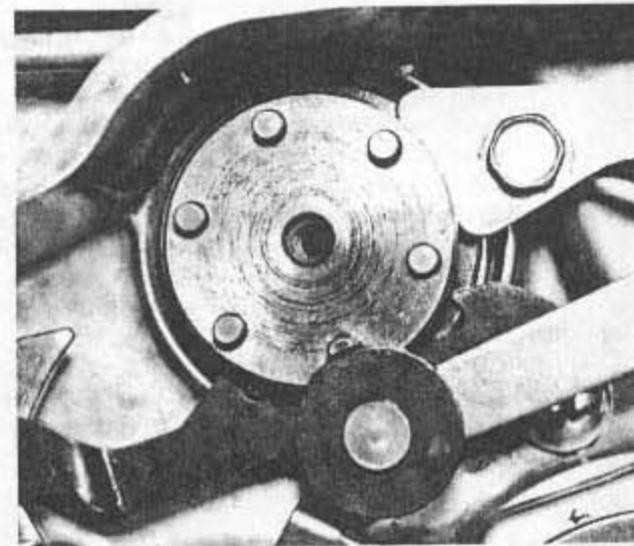
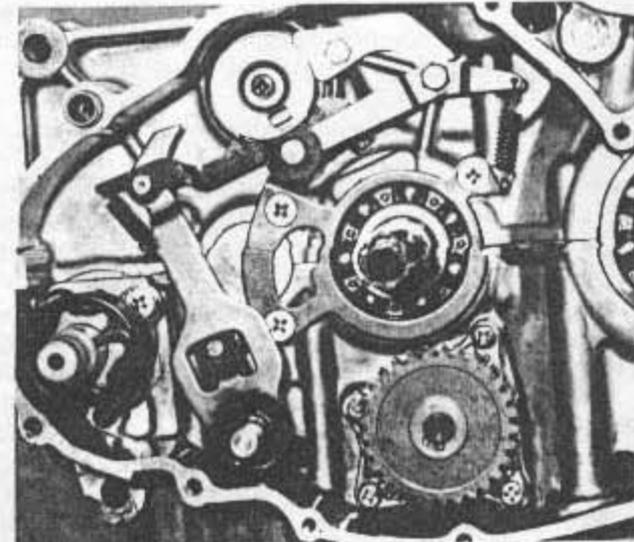

Bild 109
Bild 111
- Schaltwalzenanschlaghebel einsetzen. Der Lagerbolzen ist abgesetzt, d. h. er besitzt eine Lager Schulter, und dient zusätzlich als vordere Befestigungsschraube für die Schaltwalzenführungsplatte. Beide Schrauben werden festgezogen und anschliessend überprüft, ob sich der Anschlaghebel frei bewegen lässt und nicht etwa durch die Lagerschulter festgeklemmt worden ist. Die Rückholfeder des Anschlaghebels wird an der Lagerfeststellplatte verankert. Einer der sechs Schaltstifte weist eine Besonderheit auf, er ist nämlich am oberen Ende halbiert. Bei eingelegtem Leerlauf liegt die Rolle des Anschlaghebels in dieser Aussparung (Bild 109). Man vergewissere sich, dass das Getriebe immer noch in Leerlaufstellung steht, und setze dann den Spezialstift in die Bohrung der Schaltwalze ein, welche der Anschlagrolle am nächsten liegt. Die Rolle wird kräftig gegen die Aussparung am Stift gedrückt, damit sich die beiden Komponenten von selbst ausrichten können. Nun werden die anderen fünf Stifte in die dafür vorgesehenen Bohrungen eingesetzt. Die Halteplatte wird so auf das Schaltwalzenende gesetzt, dass die überhöhte Stelle genau über den Spezialstift zu liegen kommt (Bild 110). Zentralschraube eindrehen und festziehen. Der Schaltmechanismus ist in Bild 111 übersichtlich dargestellt.